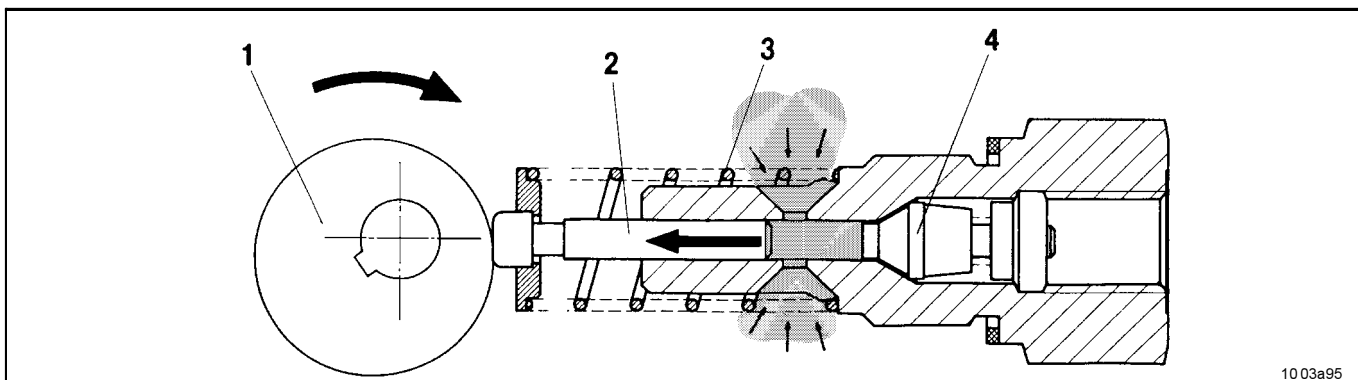

Abb. 2-2 Pumpenelement saugt an
- Der Elektromotor treibt den Exzenter 1 (Abb. 2-2 und 2-3) an.
- saugt der Kolben 2 Schmierstoff aus dem Behälter an (Abb. 2-2).